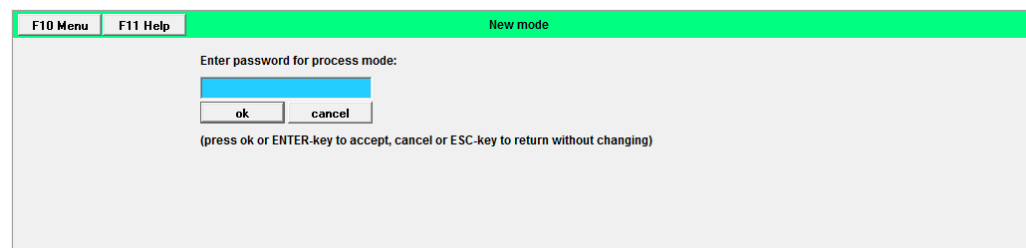

Abb. 8-3
- ♦ Die Bildschirmseite «New Mode» öffnet sich (Abb. 8-3, 168).